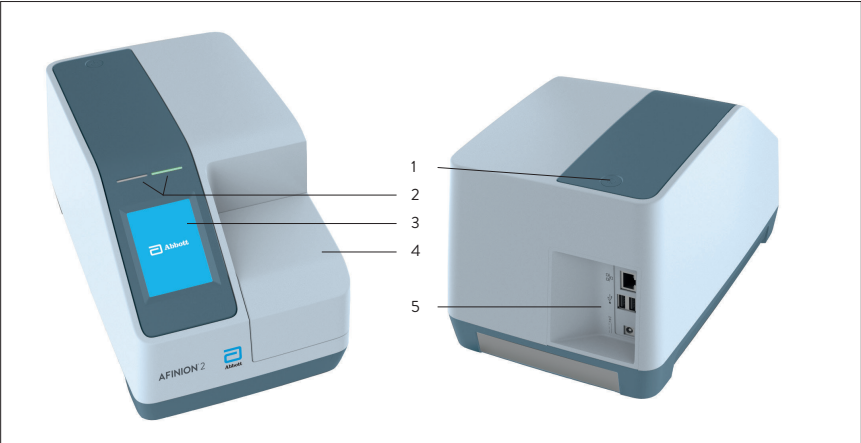

Figura 1
La Figura 1 mostra le parti esterne principali dell'analizzatore Afinion 2.
- 1  Accendere l'analizzatore premendo il pulsante ON/OFF (Figura 1). Inizierà una procedura di avvio automatico. Attendere. Non aprire manualmente il coperchio.
Spegnere l'analizzatore premendo il pulsante ON/OFF (Figura 1). L'analizzatore deve essere spento al termine della giornata lavorativa.